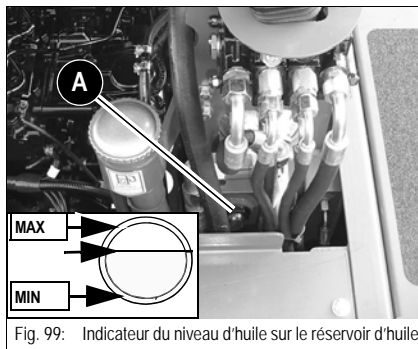

Fig. 99: Indicateur du niveau d'huile sur le réservoir d'huile
• Le niveau d'huile doit se situer à env. 1 cm au-dessus du milieu, entre les positions **MIN** et **MAX**, comme indiqué par les flèches dans la fig. 99.